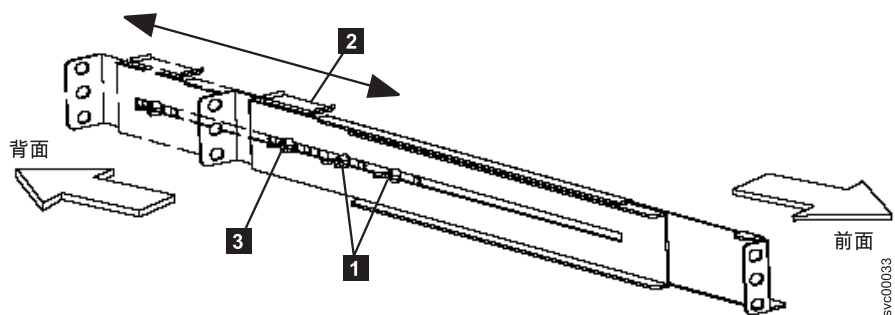

図 26. 2145 UPS-1U でのレールの縦の長さの調整
3. 両方のレール・アセンブリのアセンブリ・ウィング・ナット (67 ページの図 26 の **1** を参照) を緩め、ラックの奥行きに合わせてレール・サイズを調整します。
4. 後部の押さえブラケット **2** をレール・アセンブリの端に位置付け、ウィング・ナット **3** を締めます。図 26 を参照してください。